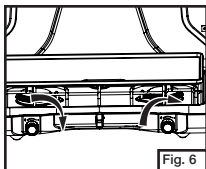

Fig. 6
- Cierre firmemente ambas válvulas del quemador. (Fig. 6)